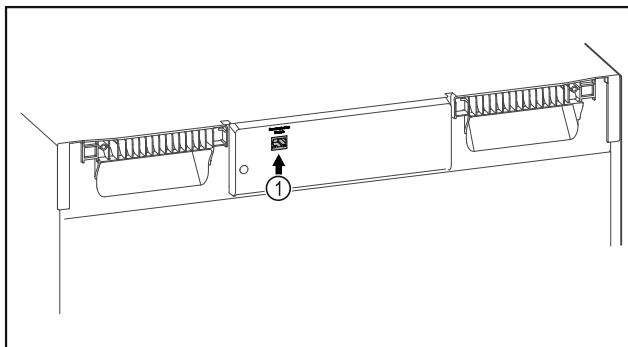

Fig. 104
- SmartModule Fig. 104 (1) is geplaatst.